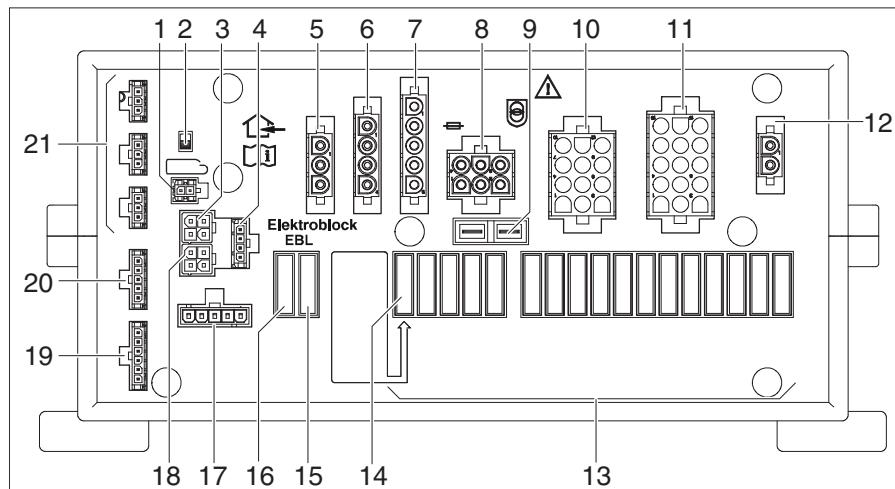

Fig. 265 Bloque eléctrico (EBL 402/403)
Lugar de instalación	El electrobloque EBL 402/403 (Fig. 265) se encuentra en el garaje trasero en el lado derecho.
- ▷ El separador de batería (Fig. 265,2) desconecta todos los consumidores conectados al bloque eléctrico de la red de 12 V.
- Encender y apagar tres veces seguidas el separador de batería (Fig. 265,2).